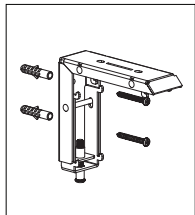

图4
b. 混凝土墙壁或天花板安装: 选用2个 $\phi 5 \times 40$ 带膨胀胶的自攻螺丝, 先用电钻在混凝土墙壁或天花板上钻八个大小适合的孔, 然后将膨胀胶钉入钻好的孔内, 再将 $\phi 5 \times 40$ 的自攻螺丝穿过安装架背部或顶部相对应的孔, 拧入墙壁或天花板上的膨胀胶内, 使其固定在墙壁或天花板上。(如图4、图5)